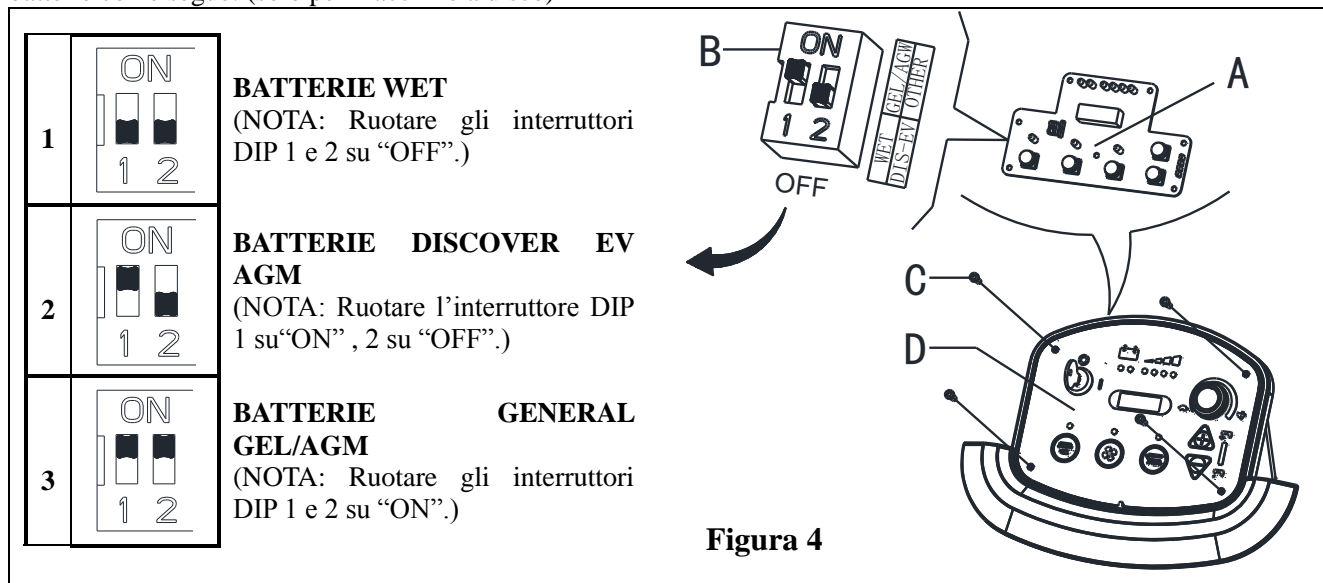

Figura 4
All'installazione di nuove batterie, consultare la figura 4 per regolare gli interruttori DIP. Altrimenti le batterie potrebbero risultare danneggiate.
- Ruotare la chiave di accensione (35) su "I" e nei primissimi secondi di funzionamento della macchina prestare attenzione a quanto segue:
- Se la prima luce di avviso verde (38) lampeggia, la macchina è impostata su GEL / AGM.
- Se la prima luce di avviso gialla (37) lampeggia, la macchina è impostata su Discover EV AGM.
- Se la prima luce di avviso rossa (36) lampeggia, la macchina è impostata su WET.
- Togliere le viti dal pannello di controllo (C, Figura 4), poi girare il PCB (A Figura 4) per trovare l'interruttore DIP (B, Figura 4) per l'impostazione del tipo di batteria (WET o Discover EV AGM or GEL / AGM), (Far riferimento a 1 o 2 o 3).
1. Premere entrambi i tasti (A, Figura. 4) e (B) contemporaneamente, Inserire la chiave di avviamento (D) e accendere l'alimentazione, dopo 0.5 secondi, accedere alla modalità di impostazione della batteria. Schermo LED durante le impostazioni (C), Rilasciare i tasti.
2. Si può cambiare la modalità da 0 a 5 premendo il tasto (B), o passare da 5 a 0 premendo il tasto (A). una volta completata l'impostazione della batteria, spegnere l'alimentazione (D) e la nuova modalità di impostazione della batteria viene salvata automaticamente.